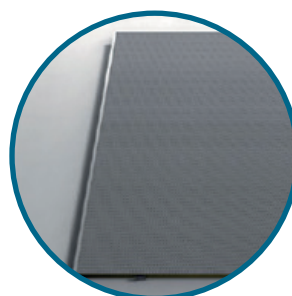
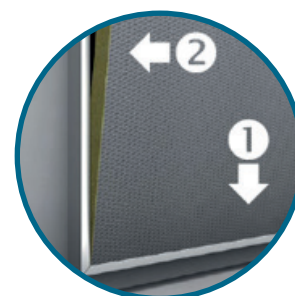

Рис. 6
Рис. 7
**2.2.** Нижняя часть панели должна опираться на предварительно смонтированную клипсу (Рис. 6). Следом приступайте к установке крайней нижней панели, заведите панель в горизонтальный П-профиль, только после этого, сдвиньте до упора в вертикальный П-профиль, не повредите лицевую поверхность панели (Рис. 7).